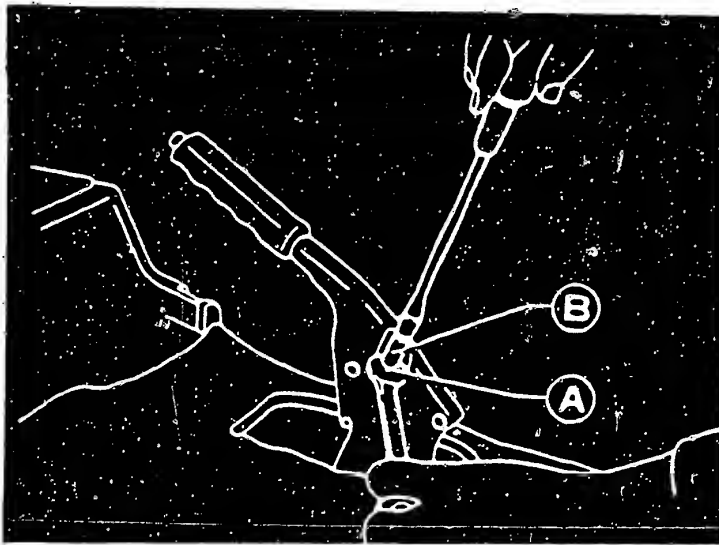

Bild 52
e) **Handbremse:** Beim Betätigen des Handbremshebels mit 196N soll sich dieser um 7...11 Rasten ziehen lassen. Die Einstellung erfolgt an der Schraube, direkt beim Handbremshebel (Bild 52).